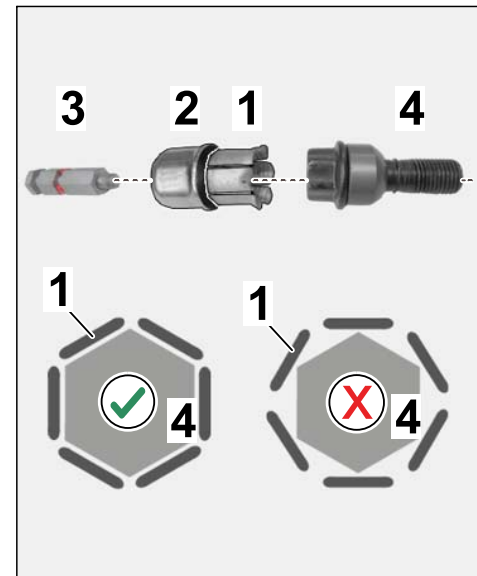

Figura 4
2.1.1 Acoplar la pieza de sujeción (⇒ *Figura 4 -1-*) en el casquillo de sujeción (⇒ *Figura 4 -2-*).
2.1.2 Premontar el perno distanciador (⇒ *Figura 4 -3-*) en el casquillo de sujeción (⇒ *Figura 4 -2-*) de modo que quede suelto.
2.1.3 Acoplar el conjunto (Perno distanciador, casquillo y pieza de sujeción) al tornillo de rueda, tener en cuenta el "contorno hexagonal" (ranura en el borde del tornillo de rueda) del tornillo de rueda (⇒ *Figura 4 -abajo-*).